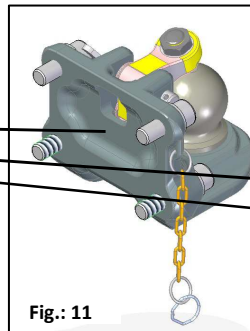

Fig.: 11
- remorcarea cu cap sferic (opțional) (Fig.: 11)